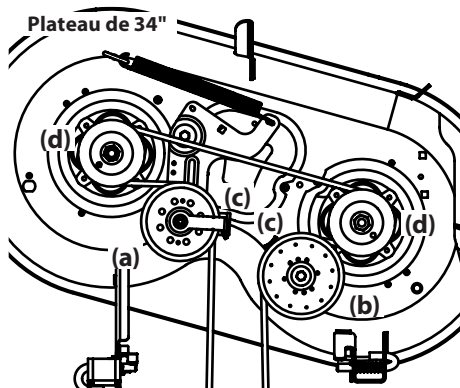
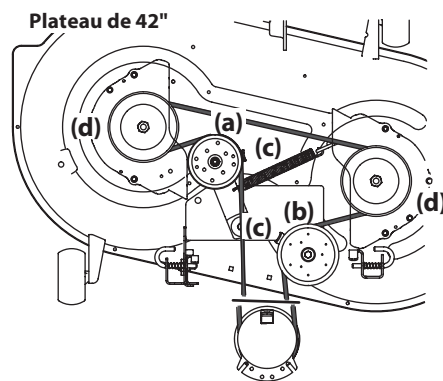
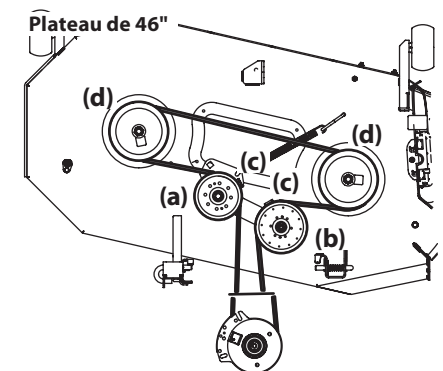
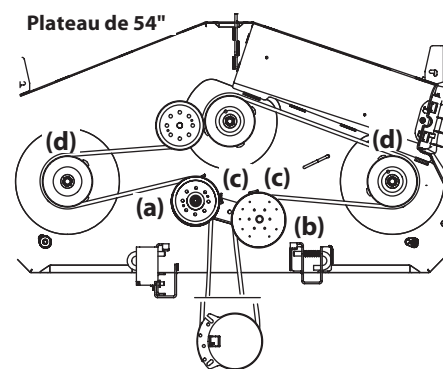

Figure 4-19
Figure 4-20
Figure 4-21
Figure 4-22
- Desserrez la quincaillerie de la poulie de tension droite (a) et de la poulie de tension gauche (b). Ne retirez pas la quincaillerie. Voir Figure 4-19 pour les modèles dotés d'un plateau de coupe de 34". Voir Figure 4-20 pour les modèles dotés d'un plateau de coupe de 42". Voir Figure 4-21 pour les modèles dotés d'un plateau de coupe de 46". Voir Figure 4-22 pour les modèles dotés d'un plateau de coupe de 54".